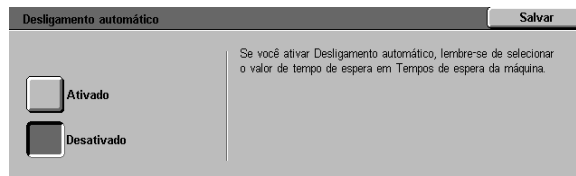

Figura 38: tela Desligamento automático
- Na tela Desligamento automático (Figura 38), toque no botão Ativado ou Desativado.